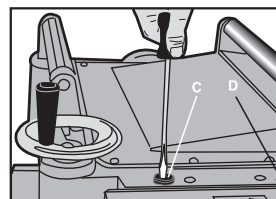

FIG.19
Para ajustar la tensión del resorte del rodillo de alimentación, gire el tornillo (c) fig.19 y también el tornillo en en el lado opuesto del rodillo.
Para ajustar la tensión del resorte del rodillo de salida, gire el tornillo (D) fig.19 y también el tornillo en el lado opuesto del rodillo.